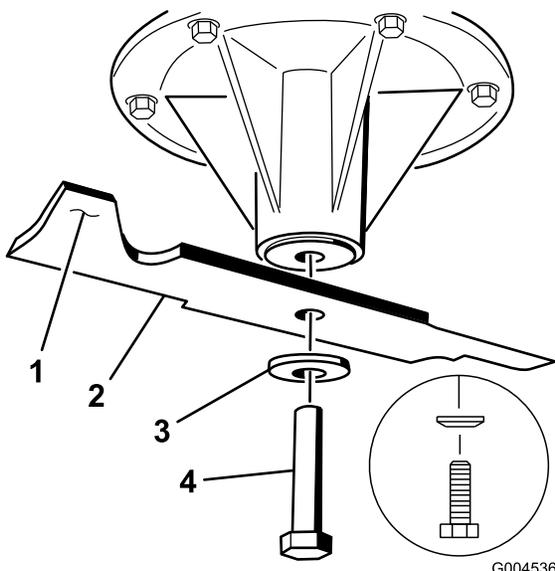

Figura 94
2. Retire a cavilha da lâmina, a anilha curva, e a lâmina do eixo (Figura 94).